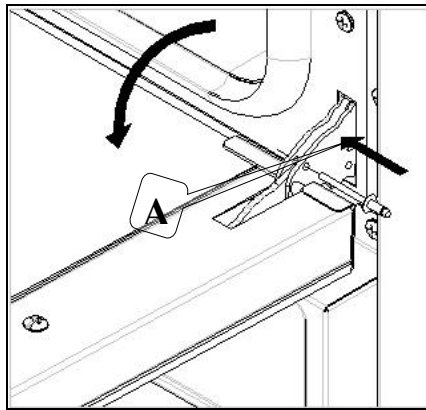

Fig. 3
- insertar los enchufes equipados en los agujeros "A" en las bisagras (Fig. 3);